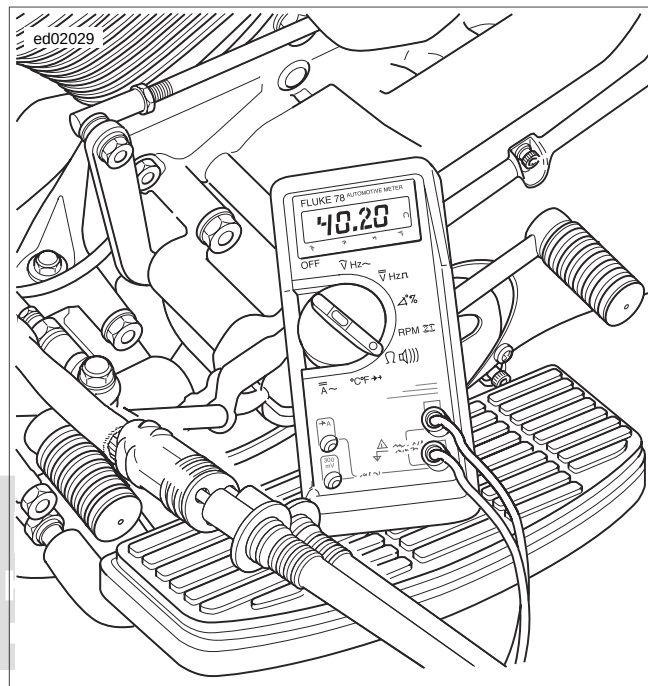

Figura 1-25. Comprobación de la salida de voltaje CA del estator (típica)
1. Vea Figura 1-25. Pruebe la salida de CA.